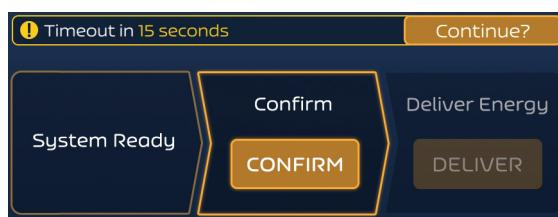

Figura 8. Mensagem de advertência de tempo limite
3. Depois de o botão PREPARE (PREPARAR) ser premido, ficará ativado durante aproximadamente quatro minutos. Se este período de tempo for excedido, o Gerador de PFA FARASTAR retornará ao estado "Inativo", o que exigirá uma reinicialização. Será apresentado um cronómetro de contagem regressiva 15 segundos antes do tempo limite. O botão CONTINUE (CONTINUAR) pode ser premido durante esta contagem regressiva para iniciar um segundo período de tempo limite de quatro minutos (consulte a Figura 8). Se o segundo período de tempo for excedido, o Gerador de PFA FARASTAR retornará ao estado "Inativo", o que exigirá uma reinicialização.
Nota: o botão DELIVER (APLICAR) apenas está ativo durante 10 segundos. Após este período de tempo, o botão CONFIRM (CONFIRMAR) deverá ser premido novamente. Além disso, o botão CONFIRM (CONFIRMAR) ficará ativado durante 4 minutos. Se este período de tempo for excedido, o Gerador de PFA FARASTAR retornará ao estado Inativo, o que exigirá uma reinicialização. Será apresentado um cronómetro de contagem regressiva 15 segundos antes do tempo limite. O botão CONTINUE (CONTINUAR) pode ser premido durante esta contagem regressiva para outro período de tempo limite de quatro minutos (consulte a Figura 8).